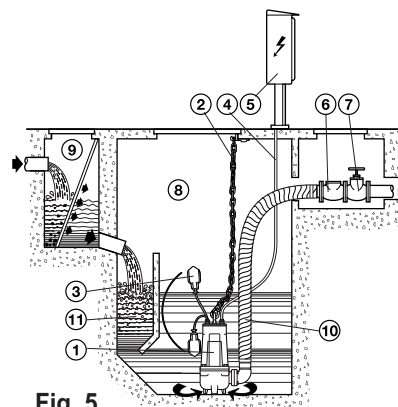

Fig. 5
5.2.1 INSTALACIÓN MÓVIL (FIG. 5)